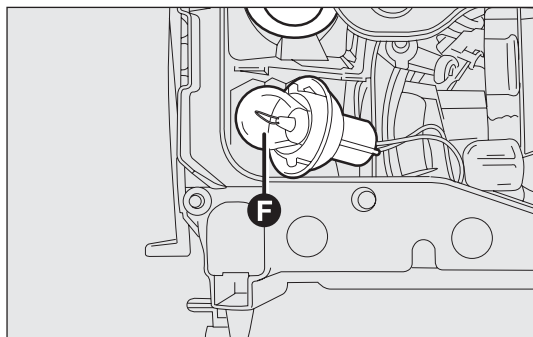

fig. 144
- enlever l'ampoule grillée F-fig. 144 et engager la nouvelle ampoule ;